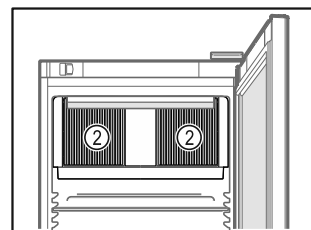

Fig. 40
- ❑ Sørg for at cirkulationsblæserens ventilationsåbninger *Fig. 40 (2)* i det indvendige rum altid er frie.